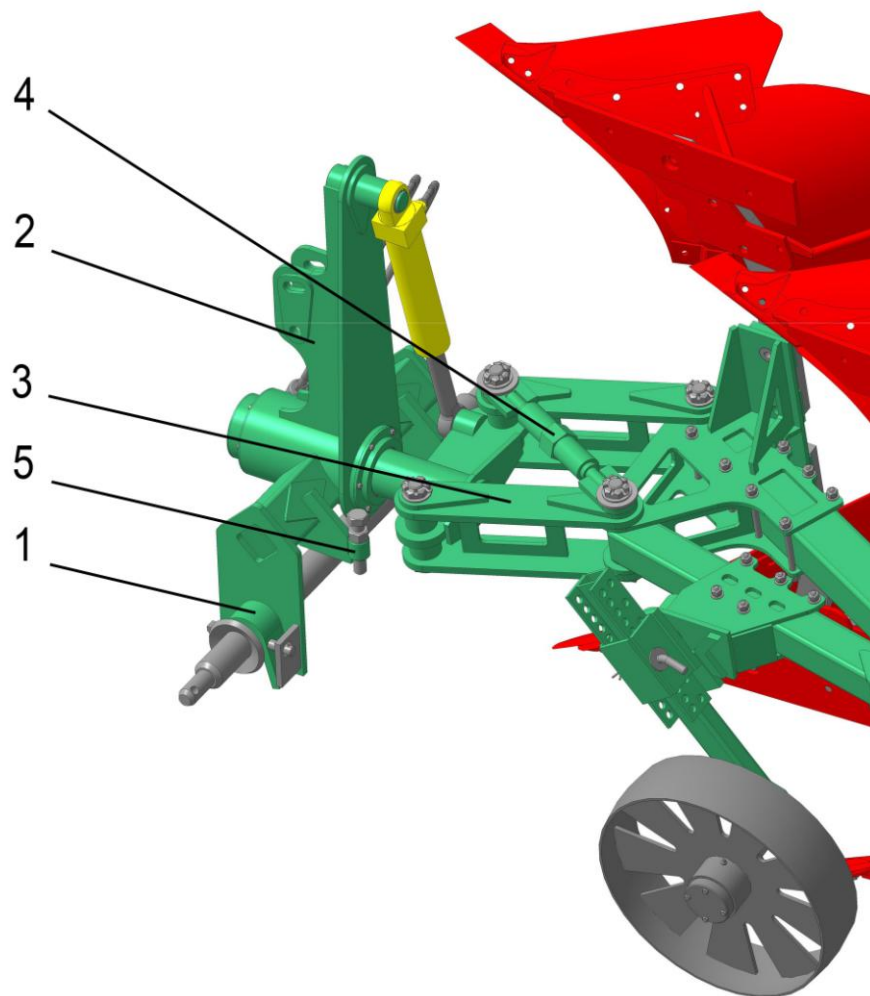

Рисунок 3 – Механизмы поворота рамы и изменения ширины захвата первого корпуса:
2.4 Механизм поворота рамы (рисунок 3) включает ловители 1 и стойку 2 с отверстием для соединения с навеской трактора, а также рычажный механизм 3 поворота рамы посредством гидроцилиндра, параллелограммный механизм с внутренним талрепом.
6.3 Регулировка ширины захвата первого корпуса плуга осуществляется талрепом 4 параллелограммного механизма (см. рисунок 3).
Перекосы рамы в поперечном направлении устраняются регулировочными винтами 5 и 6 (см. рисунок 3), которые одновременно являются и ограничителями при повороте рамы в ту или другую сторону (для пахоты правооборачивающими корпусами).
7.2 Корректировка ширины захвата первого корпуса (правооборачивающего и левооборачивающего) осуществляется талрепом параллелограммного механизма (рисунок 3).